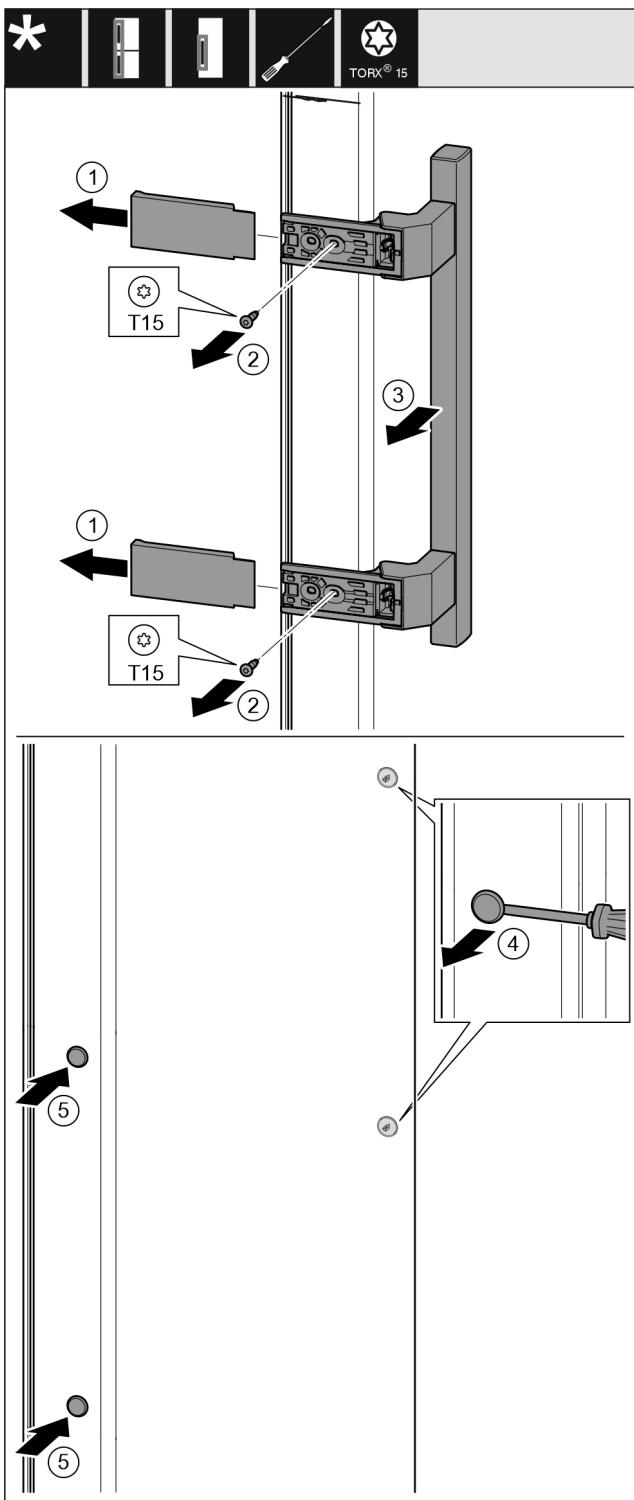

Fig. 17
- Свалете капака. Fig. 17 (1)
- Отвийте винтовете с отвертка T15. Fig. 17 (2)
- Свалете дръжката. Fig. 17 (3)
- С плоска отвертка внимателно повдигнете страничната тапа и я извадете. Fig. 17 (4)
- Отново поставете тапата от другата страна. Fig. 17 (5)